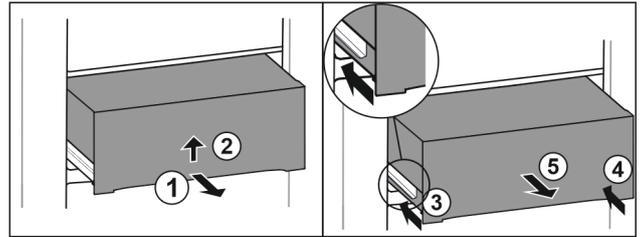

Fig. 50
- Estrarre il cassetto a metà. Fig. 50 (1)
- Sollevare il cassetto nella parte inferiore. Fig. 50 (2)
- Inserire la guida sinistra. Fig. 50 (3)
- Inserire la guida destra. Fig. 50 (4)
- Rimuovere il cassetto tirandolo in avanti. Fig. 50 (5)